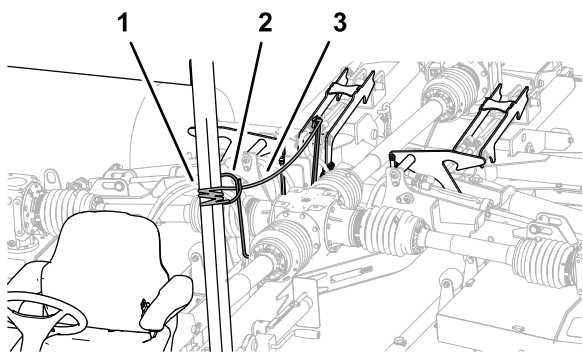

Figure 38
3. Tirez et maintenez le cordon de verrouillage du plateau (Figure 38).